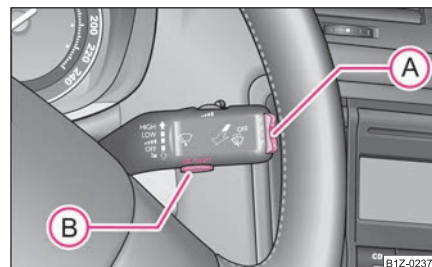

Fig. 153 Display de información: Elementos de mando
- Pulsando brevemente la tecla basculante **(A)** ⇒ **página 144, fig. 153** Ud. podrá hojear la memoria telefónica en busca de diferentes nombres o menús.